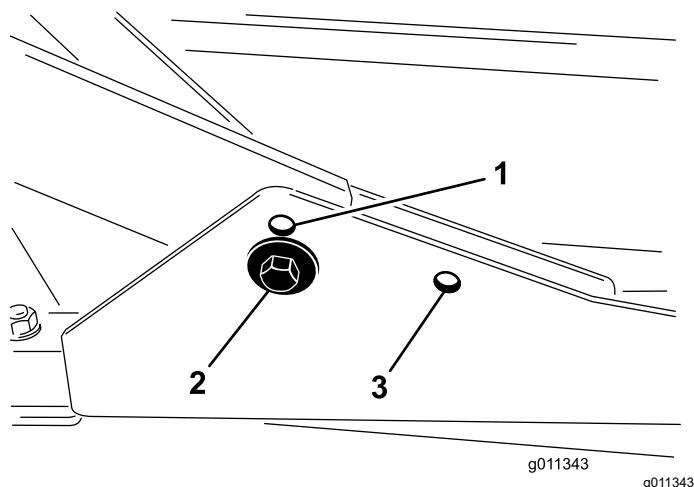

Рисунок 16
1. Для высоты скашивания в диапазоне от 2 до 7,6 см переднюю несущую раму следует закрепить в нижних передних монтажных отверстиях (Рисунок 16).
- Для высоты скашивания в диапазоне от 6,3 до 10 см переднюю несущую раму следует закрепить в верхних передних монтажных отверстиях (Рисунок 16).
Задняя режущая дека крепится в задних монтажных отверстиях для любой высоты скашивания (Рисунок 16).